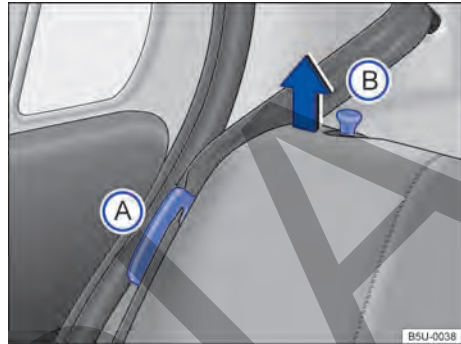
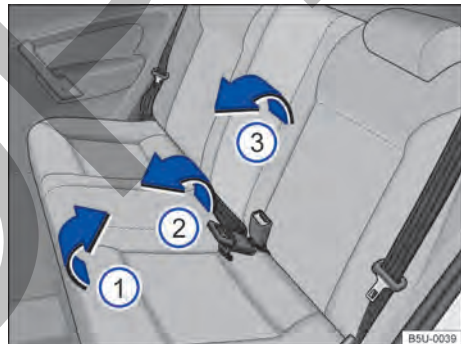

Fig. 58 Asiento trasero: posicionador de la banda del cinturón de seguridad (A) y pasador de desbloqueo del respaldo (B).
Fig. 59 Asiento trasero: inclinar el asiento trasero.
Las figuras → fig. 58 y → fig. 59 ilustran, a modo de ejemplo, el procedimiento para rebatir el asiento trasero.
- Encajar las bandas de los cinturones de seguridad en los alojamientos correspondientes en el guarnecido lateral → fig. 58 (A).
- Tirar del asiento por la parte de adelante → fig. 59 (1) en el sentido de la flecha, hacia arriba.
- Levantar la parte trasera del asiento → fig. 59 (2) y desplazar totalmente hacia adelante, para que el asiento quede lo más próximo posible del entarimado y del respaldo del asiento delantero.
- Tirar de las clavijas de desbloqueo → fig. 58 (B) y, al mismo tiempo, plegar parcialmente el respaldo del asiento → fig. 59 (3) y quitar los apoyacabezas → pág. 72. Bajar completamente el respaldo del asiento trasero.
- Encajar las bandas de los cinturones de seguridad en los respectivos posicionadores → fig. 58 (A).
- Levantar las clavijas → fig. 58 (B) y, al mismo tiempo, plegar parcialmente el respaldo del asiento trasero → fig. 59 (3).